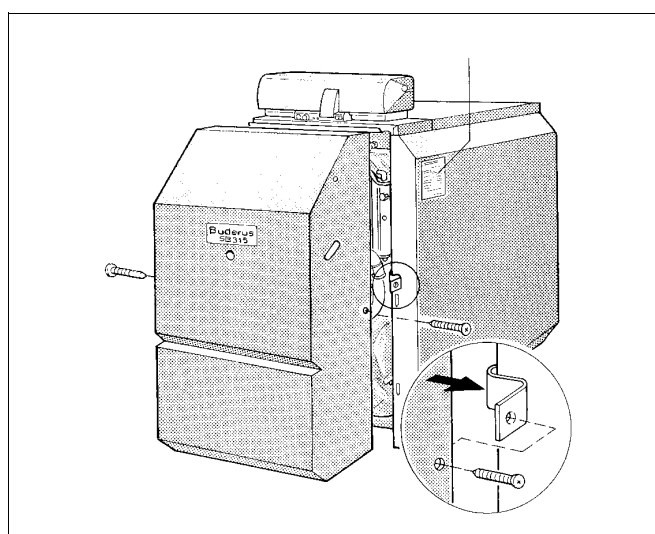

Рис. 26 Монтаж кожуха горелки SB315 VM
- Вставьте угловые гайки слева и справа в предусмотренные для них выемки на отбортовке боковой стенки (рис. 26).
- Подвесьте кожух горелки на отбортовку передней крышки котла (рис. 26).
- Заверните справа и слева фиксирующие винты через кожух горелки в угловые гайки (рис. 26).
Закрепите заводскую табличку вверху на правой или левой стенке котла, в зависимости от местных условий (рис. 26).
- Выверните из кожуха горелки фиксирующие винты и снимите кожух, см. рис. 26 на стр. 19.
- Установите кожух горелки и закрепите его фиксирующими винтами, см. рис. 26 на стр. 19.